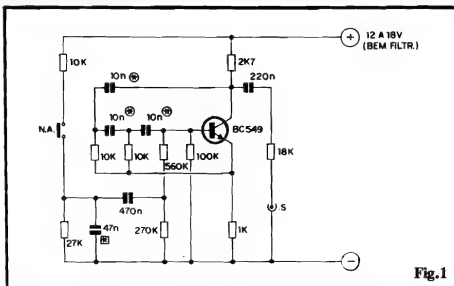

Fig.1
- **FIG. 1 - DIAGRAMA ESQUEMÁTICO DO CIRCUITO** - Um único transistor, conforme já foi dito, realiza todo o trabalho fundamental no circuito, cujo arranjo é conhecido como "oscilador por desvio de fase". O tal "desvio" ou "rotação" de fase, é promovido pela sequência de resistores de 10K e capacitores de 10n, realimentando a saída do bloco à sua entrada (base do BC549...), com o que se consegue uma manifestação senoidal, bastante "rica", difícil de ser obtida em outras configurações circuitais... A polarização básica do transistor, contudo, não é "livre" ou "permanente" (se assim fosse, teríamos apenas a geração de um tom fixo de áudio, na Frequência determinada pelos mencionados resistores/capacitores...), mas sim aplicada na junção dos resistores de 560K e 270K, na forma de um pulso determinado pelo valor da capacitância de 470n, devidamente "excitada" pelo momentâneo "fechamento" do interruptor N.A., ao **positivo** da